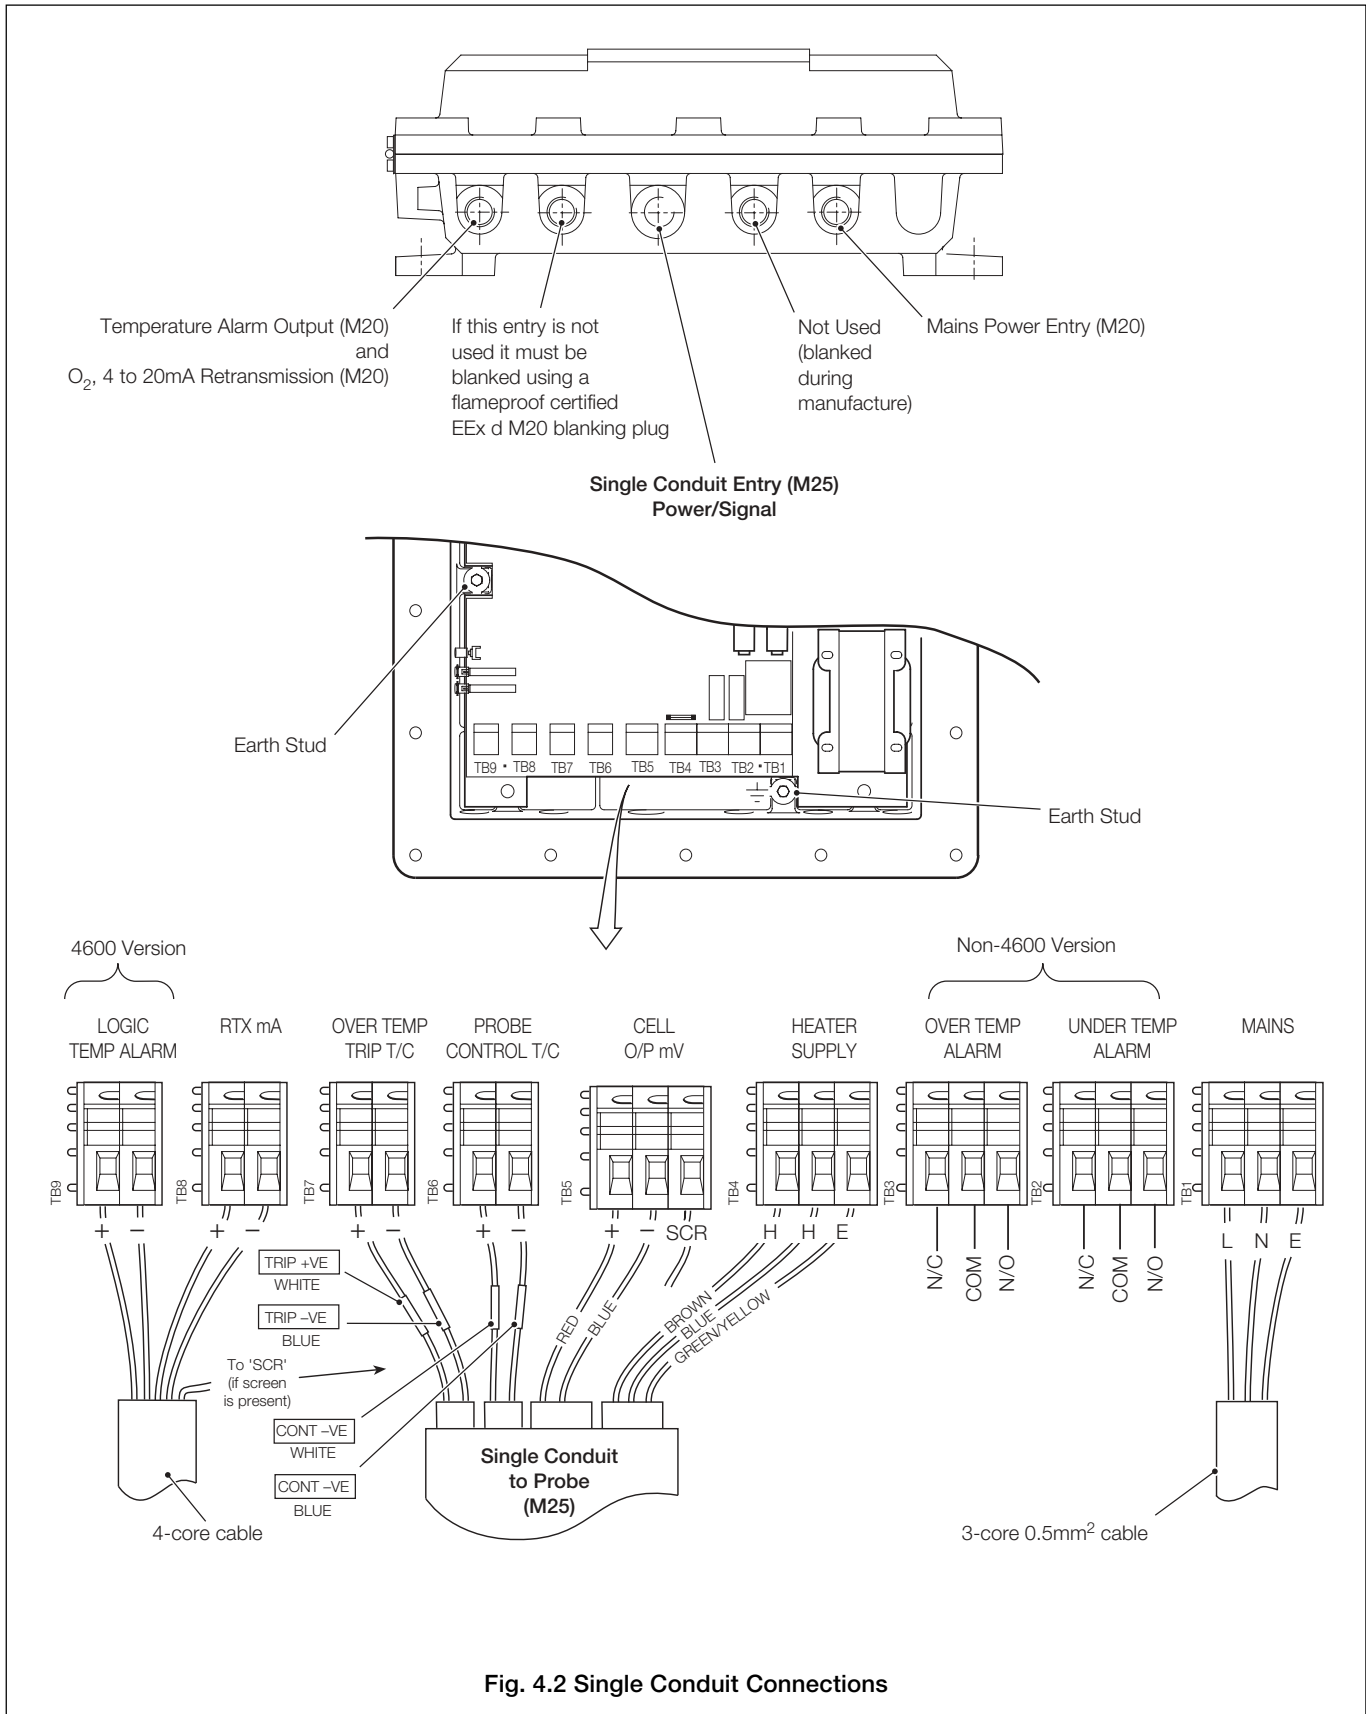

Fig. 4.2 Single Conduit Connections
4.3.1 Single Conduit Connections – Fig. 4.2